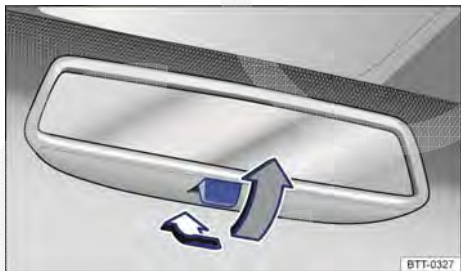

Fig. 125 No para-brisa: espelho retrovisor interno com antiofuscante manual.
- Para evitar o ofuscamento, puxar a alavanca para trás → Fig. 125.